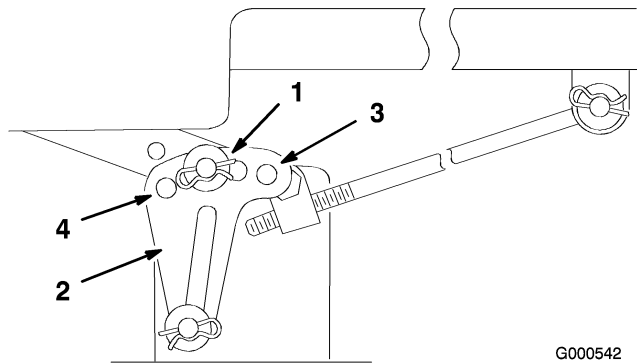
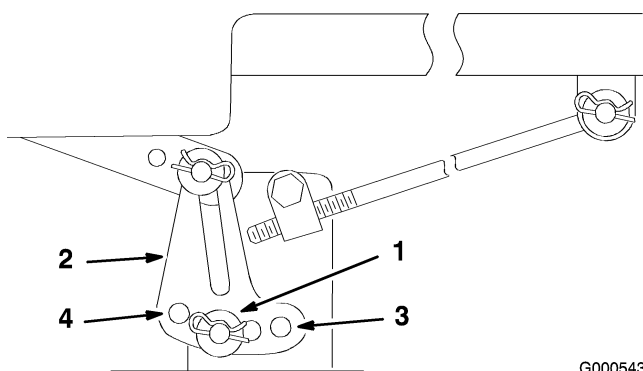

Bild 44
Bild 45
6. Entfernen Sie den Splint und die Scheibe von der Nivellierhalterung (Bild 44).
7. Bringen Sie zum Nivellieren der(s) Schnittmesser(s) die Nivellierhalterung(en) in einem anderen Loch an und setzen Sie die Scheibe und den Splint wieder ein. (Bild 44 und Bild 45). Durch ein vorderes Loch wird die Schnittmesserhöhe gesenkt und durch ein hinteres Loch angehoben. Stellen Sie beide Seiten bei Bedarf ein.